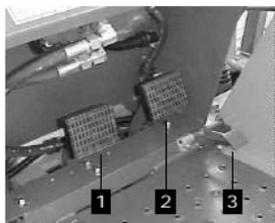

fig. 1)
■ Indicación de los pedales (fig. 1).